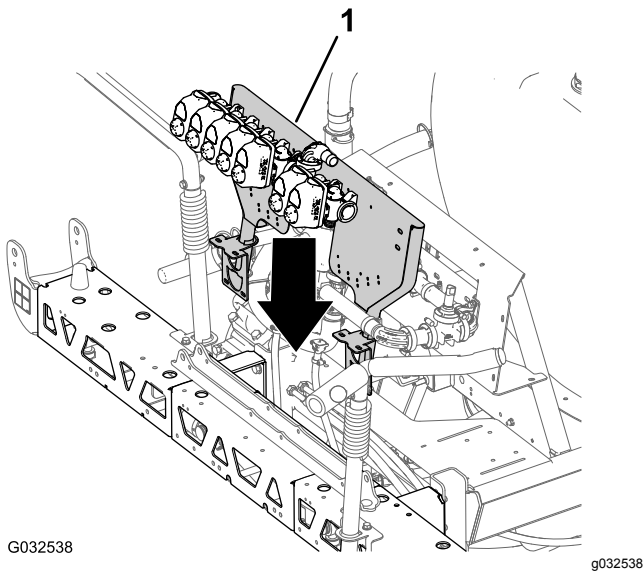

Figure 61
1. Avec un matériel de levage de la capacité de levage spécifiée, soulevez l'ensemble support de vannes et vannes de pulvérisation et alignez-le au-dessus de la section de rampe centrale (Figure 61).